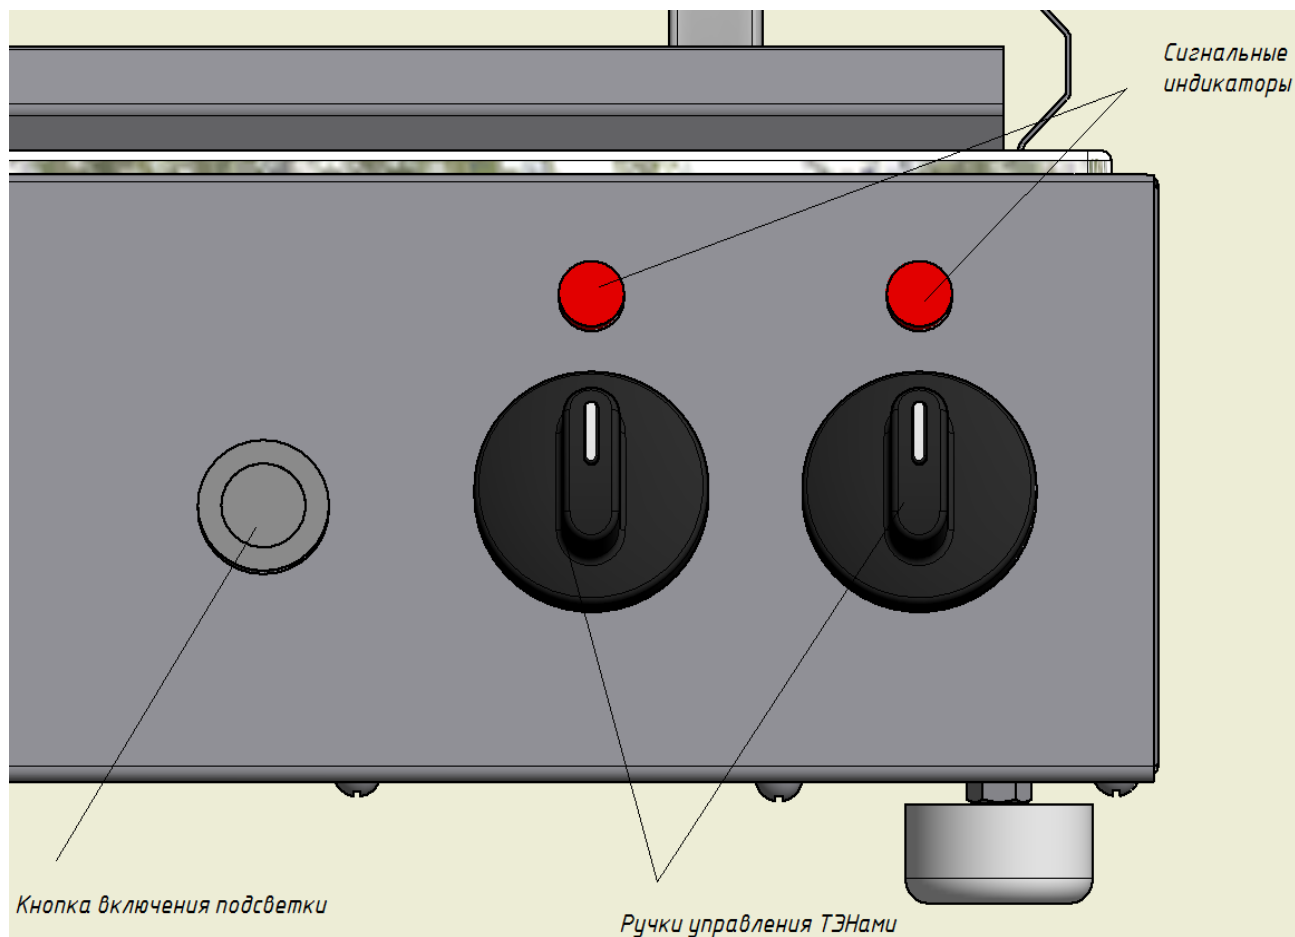

Рис. 1
Панель управления с элементами управления указаны на рис.1. Основные части изделия указаны на рис.2 и перечислены в таблице 1.
- 7.1. Перед началом эксплуатации необходимо, включить электрические ТЭНы ручками управления ТЭНами, рис.1, расположенными в корпусе «Аппарата для подогрева» при этом загорятся сигнальные индикаторы рис.1